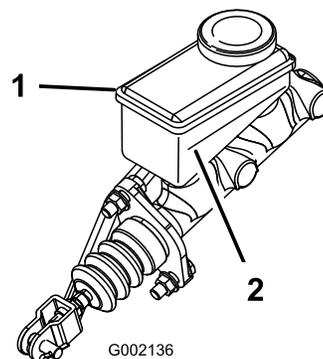

Figura 50
2. Guardate il fianco del serbatoio. L'olio deve superare la linea del minimo (Figura 50). Se il livello è basso, pulite attorno al tappo, rimuovete il tappo e rabboccate fino a superare la linea del minimo. Non riempite troppo.